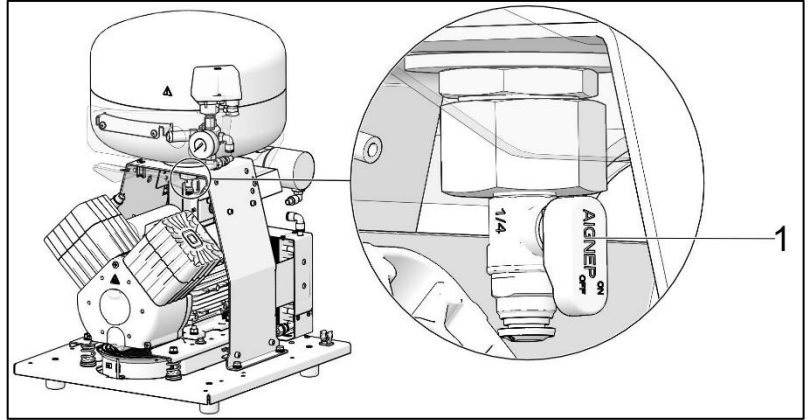

Fig. 16
Dacă este necesar, rezervorul de aer poate fi golit folosind supapa de scurgere (1) din partea inferioară a rezervorului de aer (Fig. 16).